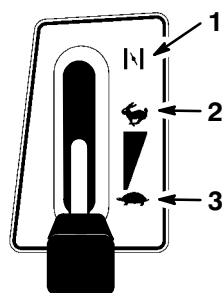

Figure 9
5. Placez la manette d'accélérateur en position de starter (Fig. 9).
7. Lorsque le moteur a démarré, amenez progressivement la manette d'accélérateur en position de régime maximum (Fig. 9). Si le moteur cale ou hésite, ramenez la manette d'accélérateur en position de Starter pendant quelques secondes. Mettez ensuite le levier en position de régime maximum. Répétez l'opération si nécessaire.
1. Placez la manette d'accélérateur en position de régime maximum (Fig. 9).